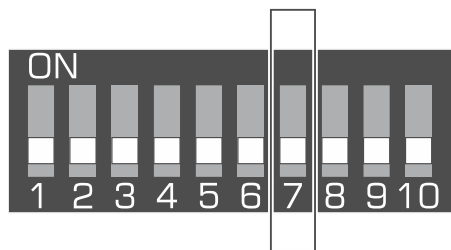

Abb. 4. Schalter zur Einschaltung / Ausschaltung der Unterstützung des nicht registrierten Testers ARF-200.
**Schalter 7** (Abb. 4) dient zur Einschaltung / Ausschaltung der Unterstützung des Testers ARF-200, der im Funkbasismodul nicht registriert ist: